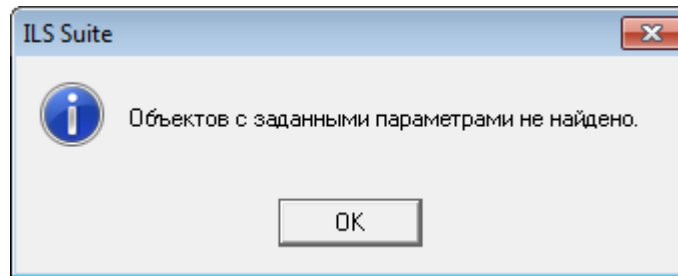

Рис. 5-59 – Информационное сообщение
5) Если не было найдено ни одного объекта, удовлетворяющего условию фильтра, выводится информационное сообщение, приведенное на рис. 5-59.